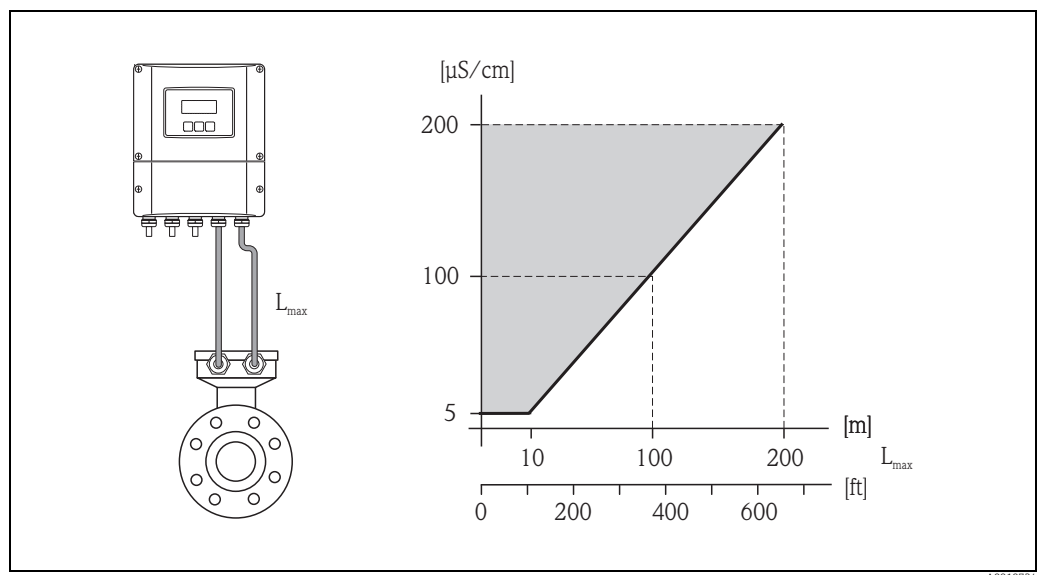

Abb. 16: Zulässige Verbindungskabellängen bei der Getrenntausführung, in Abhängigkeit der Leitfähigkeit
- Die zulässige Kabellänge L_{\max} wird von der Leitfähigkeit bestimmt (\rightarrow Abb. 16).